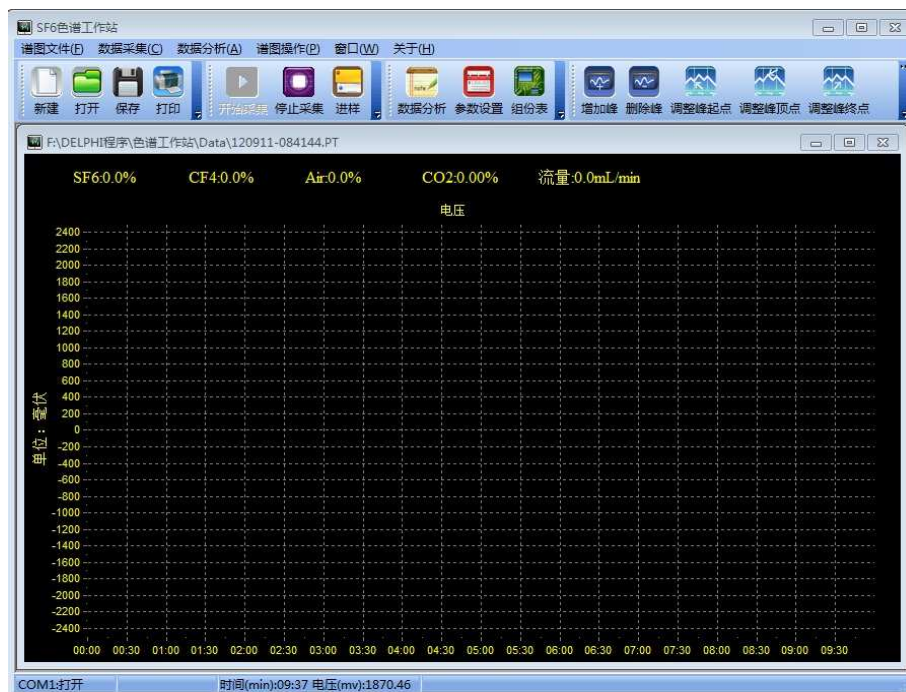

图 7-11 开始采集
2. 通入样气，点击【开始采集】按钮。此时【开始采集】的按钮变灰，同时【停止采集】和【进样】的按钮变量，如图 7-11 所示。